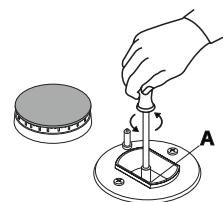

fig.13
- desenrosque los inyectores (fig.13), utilizando una llave tubular de 7 mm. y sustitúyalos con los adecuados al nuevo tipo de gas (ver la tabla 1 "Características de los quemadores e inyectores").